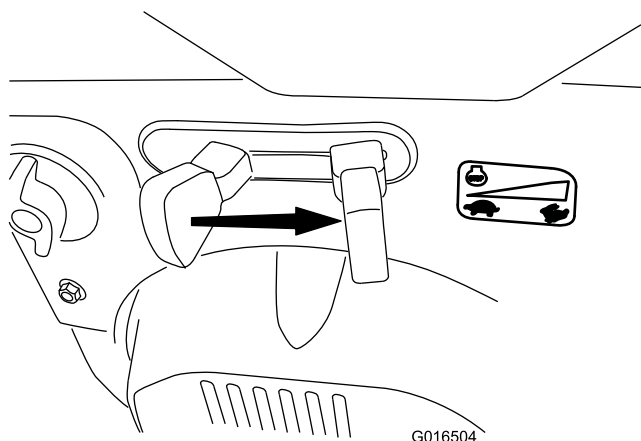

Рисунок 28
- Установите рычаг дроссельной заслонки в положение БЫСТРО (Рисунок 28).